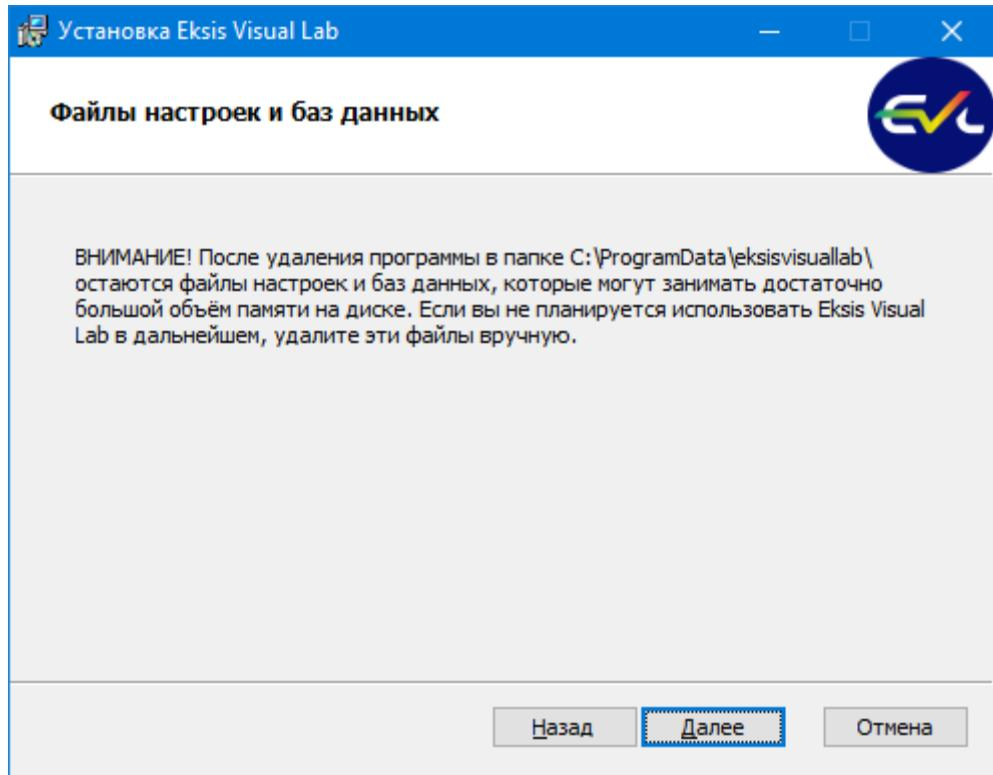

Рис. 2.10. Ознакомление с информацией об остающихся файлах
3. Ознакомление с информацией об оставшихся после удаления программы файлах (рис. 2.10). После удаления на компьютере остаются файлы настроек и баз